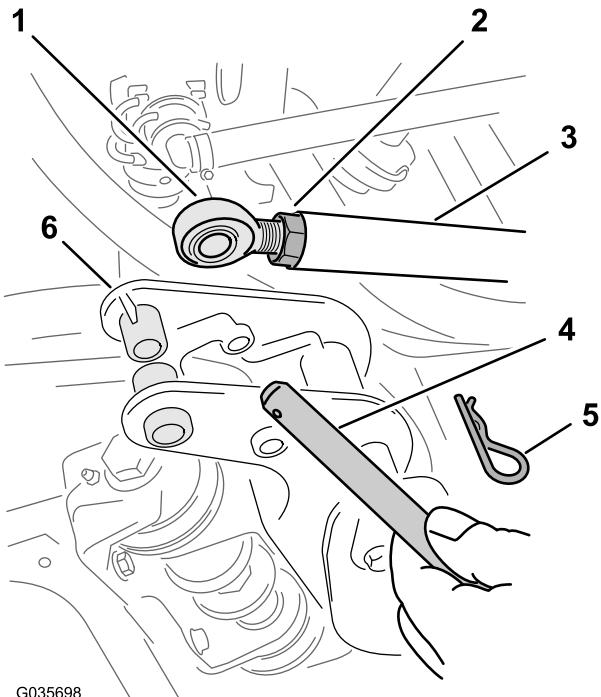

Figura 7
- Nos suportes da articulação nas secções da rampa exterior, retire o perno de gancho e o passador de forquilha que prendem a extremidade da barra para o cilindro de elevação ao suporte da articulação (Figura 7).
5. Desaperte as porcas de bloqueio nas extremidades das barras para cada cilindro de elevação (Figura 7).
6. Ajuste a extremidade da barra para a extremidade dos cilindros de elevação até o orifício na extremidade da barra ficar alinhado com os orifícios nos suportes de articulação para as secções da rampa (Figura 7).
8. Prenda os passadores de forquilha aos suportes de articulação com os contrapinos de gancho (Figura 7) que retirou no passo 2.
9. Aperte a porca de bloqueio em cada barra até as porcas ficarem bem presas (Figura 7).